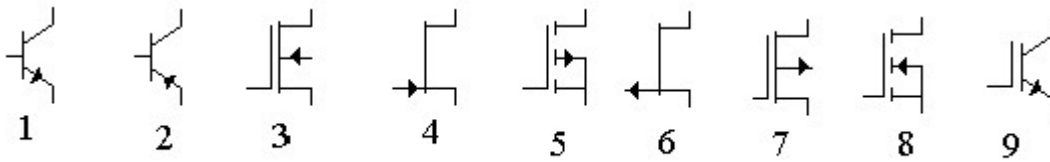

Рис. 3.1.
1.2.8. Показать условное обозначение n – p – n транзистора (рис. 3.1):